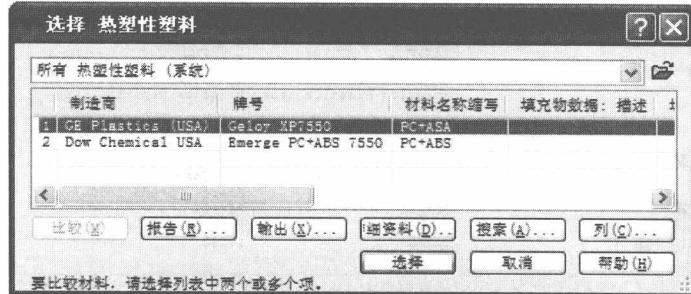
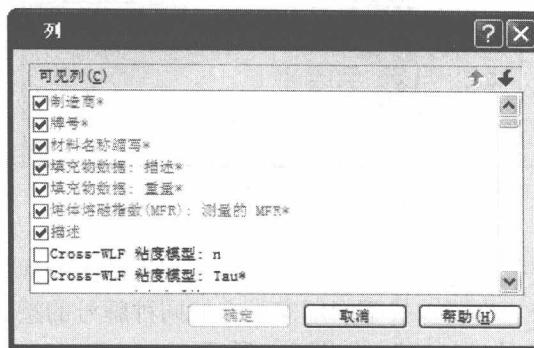

图 2-5 “选择 热塑性塑料”对话框
图 2-6 “列”对话框
单击“搜索”按钮，弹出“选择 热塑性塑料”对话框，列表中是牌号含有 7550 的塑胶，如图 2-5 所示。
- (1) 报告。对材料测试数据及测试方法的描述。
- (2) 输出。将图 2-5 中显示的塑料信息另存。
- (3) 搜索。重新搜索材料。
- (4) 列。单击“列”按钮，弹出“列”对话框，如图 2-6 所示。选择需要显示在“选择 热塑性塑料”对话框里描述塑料信息和塑料属性的选项。
- (5) 比较。比较不同塑料属性数据。在“选择 热塑性塑料”对话框里选中不同的塑料，